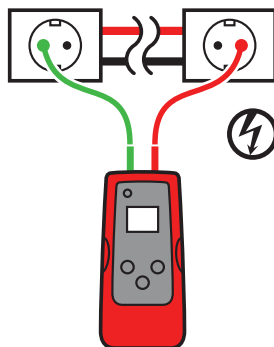

Figura 3.1a
2. Conecte el terminal rojo al cable de línea energizado (del lado de carga del sistema). La señal se transmitirá ÚNICAMENTE entre la salida a la que está conectado el transmisor y la fuente de alimentación (consulte la Figura 3.1a). (consulte la sección 2.2 para obtener más explicaciones).